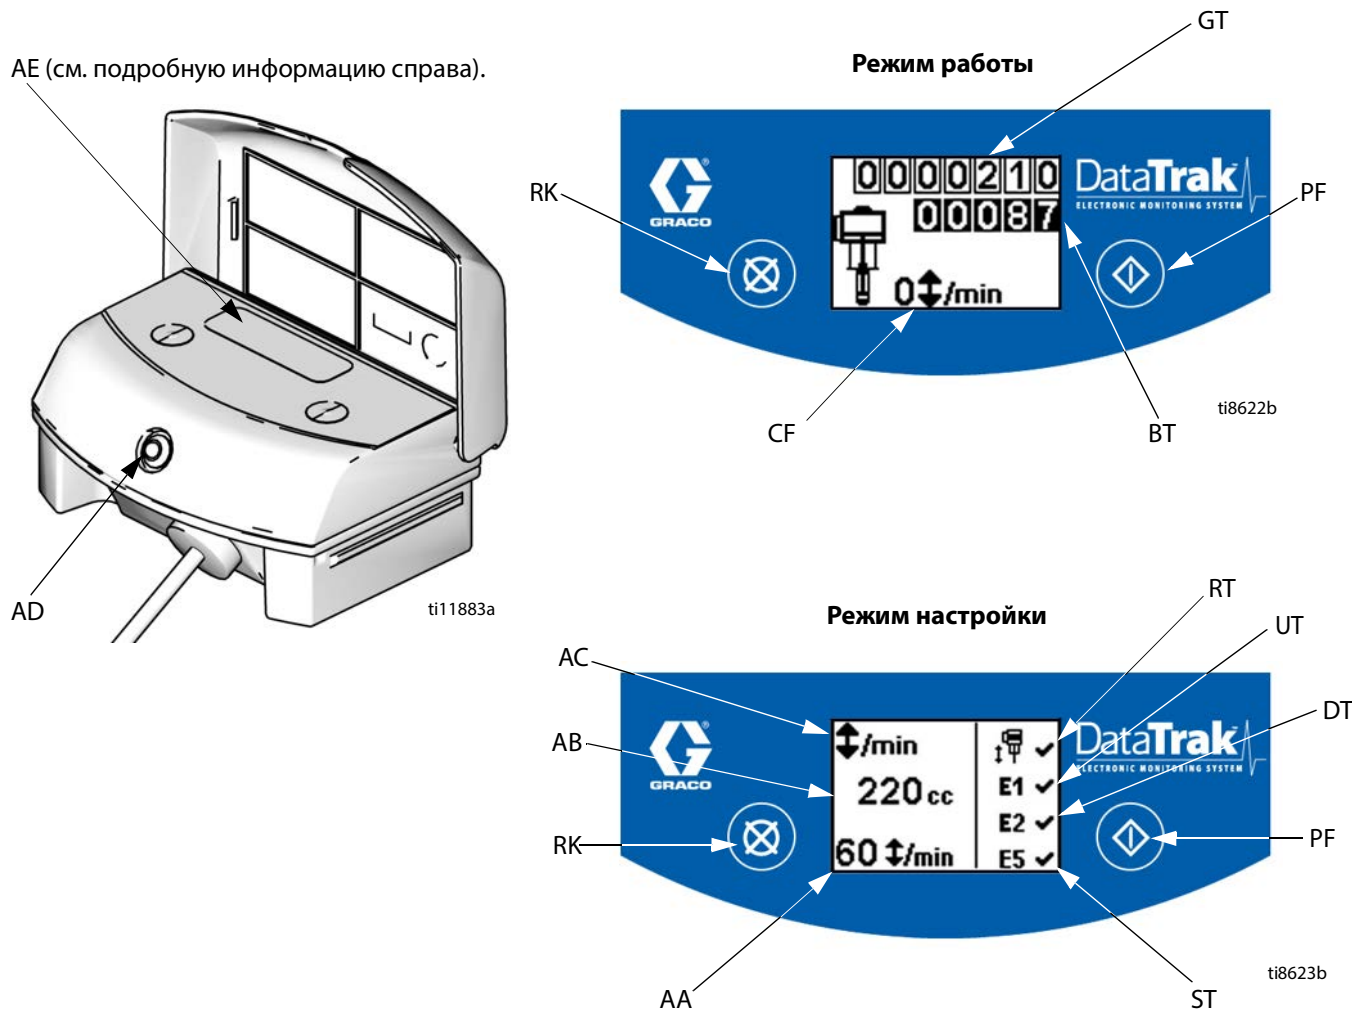

Рис. 8. Элементы управления и индикаторы модуля DataTrak
Условные обозначения для Рис. 8
1. См. Рис. 8. Нажмите и удерживайте кнопку  в течение 5 секунд до появления меню настройки.
ПРИМЕЧАНИЕ: Во время разгона опции ошибки E1, E2 и E5 разрешены, и на экране настройки появится знак . См. Рис. 8.
1. См. Рис. 8. В случае разгона насоса активируется защитный соленоид и насос останавливается. Светодиод (AD) начинает мигать, а на дисплее (AE) указывается состояние разгона (Таблица 1). На дисплее будут циклически повторяться шесть сообщений с инструкциями.
2. Экраны разгона 1 и 2: для возврата соленоида защиты от выхода из-под контроля в исходное состояние закройте главный пневмораспределитель (E). Подождите, пока воздух полностью не выйдет из пневматического двигателя.
3. Экраны разгона 3 и 4: когда воздух выйдет, нажмите кнопку выключения соленоида (J), чтобы вернуть пневмораспределитель в исходное состояние. Кнопка снова отобразится на экране после восстановления давления в пневмоклапане.
5. Откройте главный воздушный клапан (E) для перезапуска насоса.
ПРИМЕЧАНИЕ: Для отключения мониторинга разноса необходимо перейти в режим настройки и задать для разноса значение 0 или выключить переключатель (RT)  (см. Рис. 8).
- См. Рис. 8. Для перехода в режим заправки/промывки нажмите любую кнопку, чтобы включился дисплей, а затем нажмите . На дисплее отобразится символ заправки/промывки и светодиод начнет мигать.
- В режиме заправки/промывки защита от разгона деактивирована, а счетчик всех выполненных работ (BT) не выполняет подсчет. Суммирующее устройство общего объема (GT) продолжает выполнять подсчет.
См. Рис. 8. Последняя цифра на счетчике всех выполненных работ (BT) означает десятые доли галлона или литра. Чтобы обнулить счетчик, нажмите любую кнопку для включения дисплея, а затем нажмите и удерживайте  в течение 3 секунд.
См. Рис. 8. Дисплей (AE) выключится через одну минуту бездействия в рабочем режиме или через три минуты — в режиме настройки. Для включения дисплея нажмите любую кнопку.
Модуль DataTrak может диагностировать некоторые проблемы в работе насоса. Если монитор обнаружит проблему, то светодиодный индикатор (AD, Рис. 8) начнет мигать и на дисплее отобразится код диагностики. См. Таблица 1.